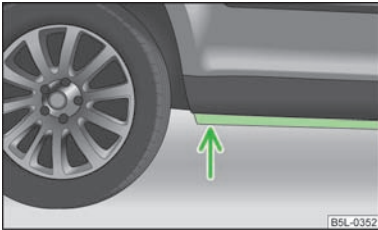

Abb. 157
- Daher vor einer Wasserdurchfahrt die Wassertiefe feststellen. Der Wasserstand darf maximal an den Steg des Unterholms reichen » Abb. 157,